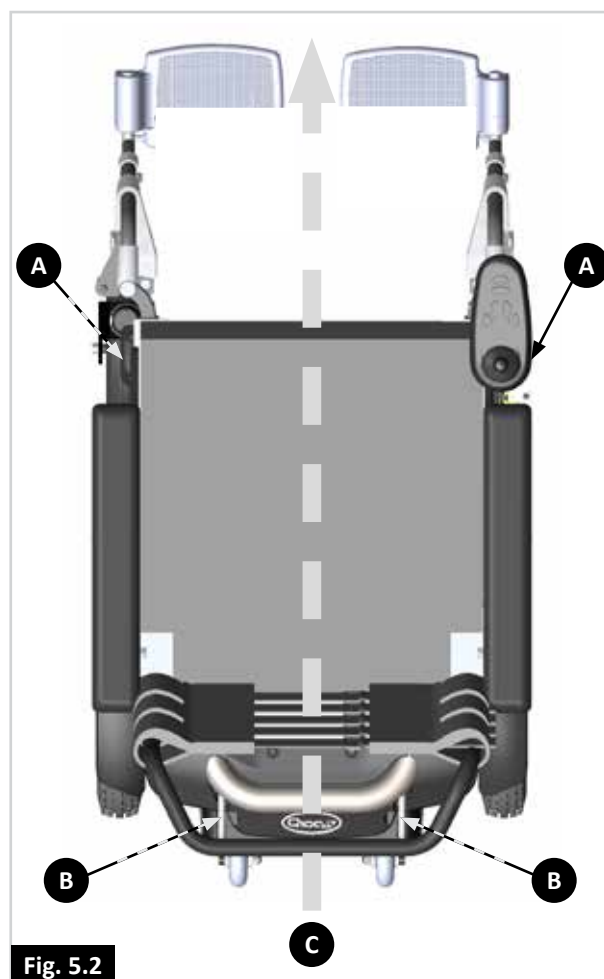

Fig. 5.2
- La silla se fija mediante un sistema de retención de cinchas de 4 puntos (2 en la parte delantera, 2 en la parte trasera, Fig. 5.2), de conformidad con:
- La silla de ruedas solo puede asegurarse mediante los puntos de amarre ubicados en el armazón de la misma (Fig. 5.2 - 5.8).